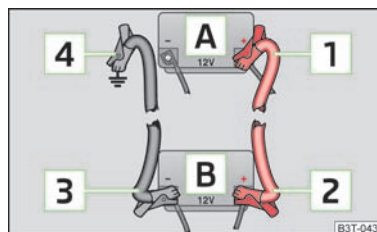

Abb. 114
- Ein Ende **1** » Abb. 114 am Pluspol der entladenen Batterie **A** befestigen.
- Ein Ende **3** » Abb. 114 am Minuspol der stromgebenden Batterie **B** befestigen.